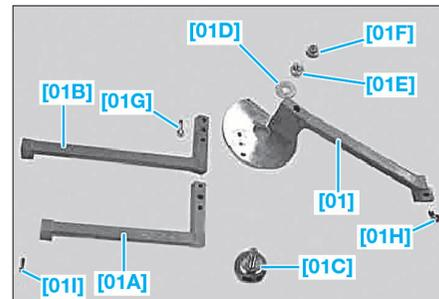

FIG. 9
- [1]. Gabarit de contrôle et de soudage (avec élément de suspension déposer) (Fig.9 et 10) :
[1]. Gabarit de contrôle et de soudage (Fig.9) (côté gauche : 203 589 05 23 00), (côté droit : 203 589 04 23 00).